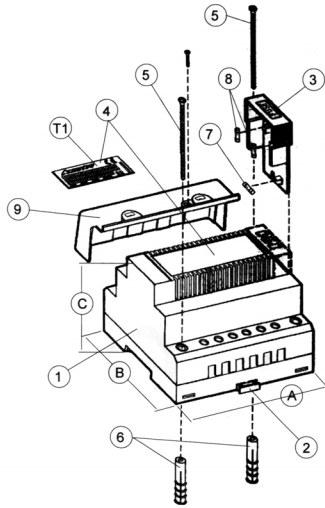

Fig. 1
Pour fixer le TBD2 au mur, utilisez les vis (5) et les chevilles (6) et procédez en suivant la figure 1.
Dimensions :(se référer à la fig. 1)